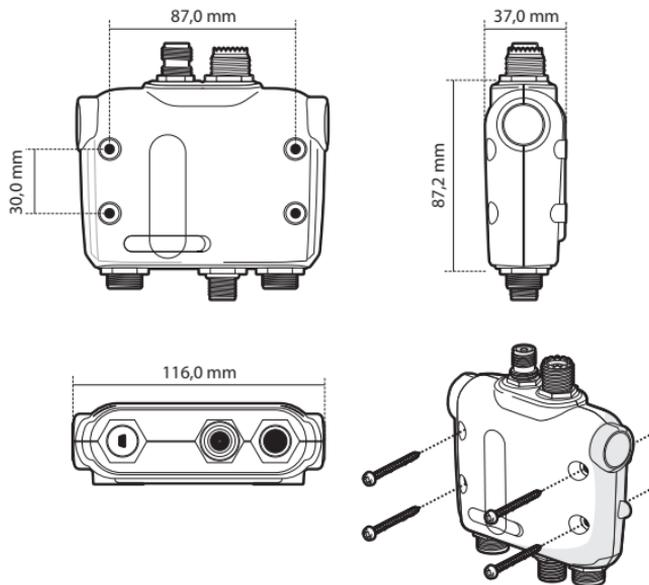

Ilustración 5 Dimensiones y montaje del Transceptor AIS
- Debe haber un espacio adecuado alrededor del Transceptor AIS para colocar los cables. Consulte la Ilustración 5 para obtener información sobre las dimensiones del Transceptor AIS.
- El producto incluye cuatro tornillos autorroscantes para la fijación del Transceptor AIS a una superficie adecuada. Consulte la Ilustración 5 para obtener instrucciones.